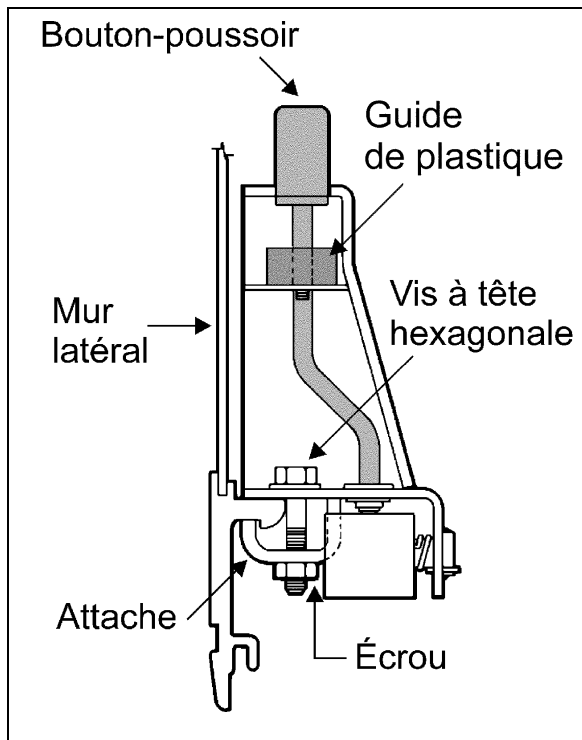

Figure 1: Vue en coupe du mécanisme actuel, le long de la fenêtre. Portion ombragée: pièces à enlever.
2. Enlever le coussin des sièges. Dévisser ensuite les deux vis à tête hexagonale situées sur le montant métallique du siège (figure 1).
- Retirer le bouton-poussoir actuel, le guide de plastique et la tige métallique (voir la portion ombragée de la figure 1) ;